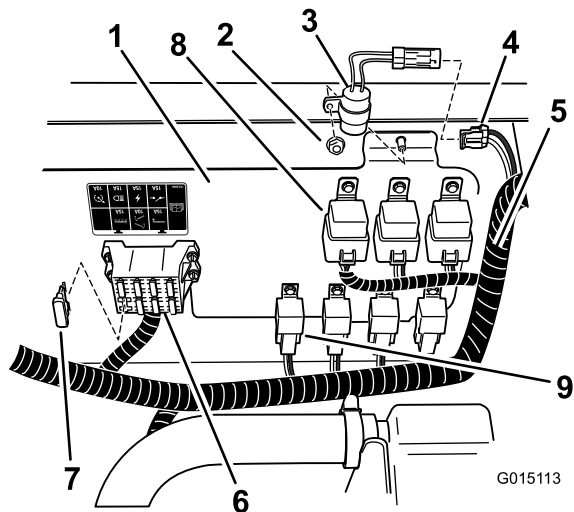
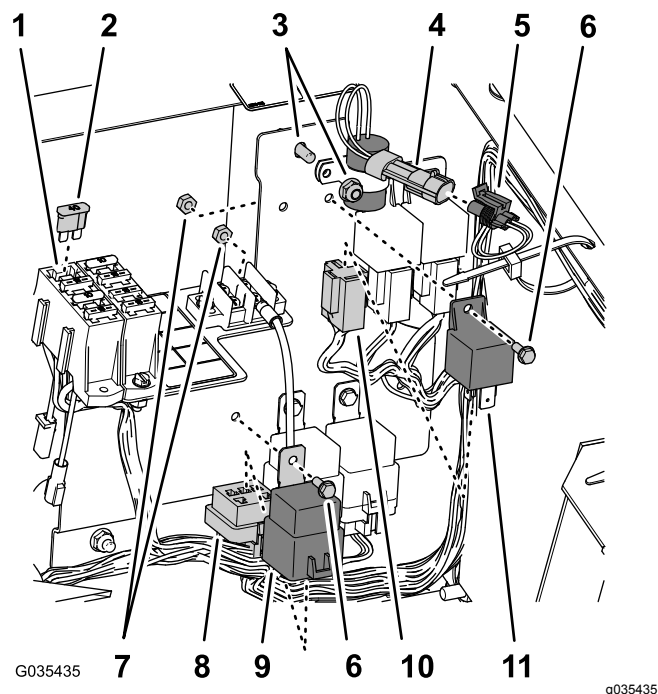
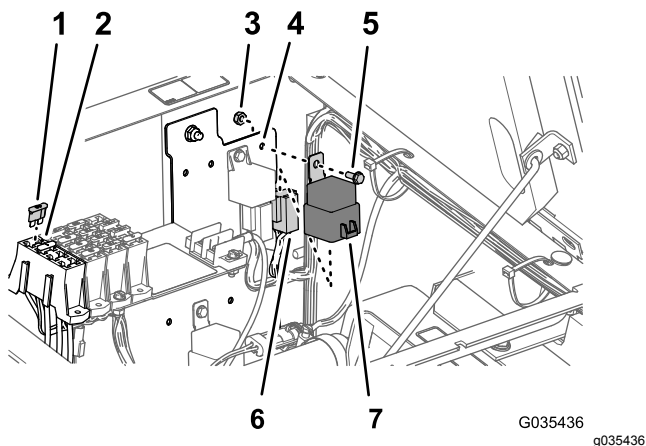

Figura 33
Figura 34
Figura 35
- A. Installate il timer di ritardo nel punto illustrato nella Figura 33 o nella Figura 34 mediante il dado di bloccaggio del quadro elettrico.
- B. Collegate il timer al connettore a 2 prese indicato come timer di ritardo del cablaggio preassemblato della macchina (Figura 33 o Figura 34).
- Montate un fusibile (40 A) nello slot libero del portafusibili come illustrato nella Figura 33, nella Figura 34 o nella Figura 35.
- Allineate relè e relè di alimentazione con gli altri relè dello stesso tipo e installateli sul quadro (Figura 33, Figura 34 o Figura 35) con 2 bulloni a testa flangiata (n. 10-24 x 1/2") e 2 dadi di bloccaggio (n. 10-24).
- Individuate il connettore a 4 prese e il connettore a 5 prese sul cablaggio principale e collegateli al relè (4 pin) e al relè di alimentazione (5 pin), come illustrato nella Figura 33, nella Figura 34 o nella Figura 35.